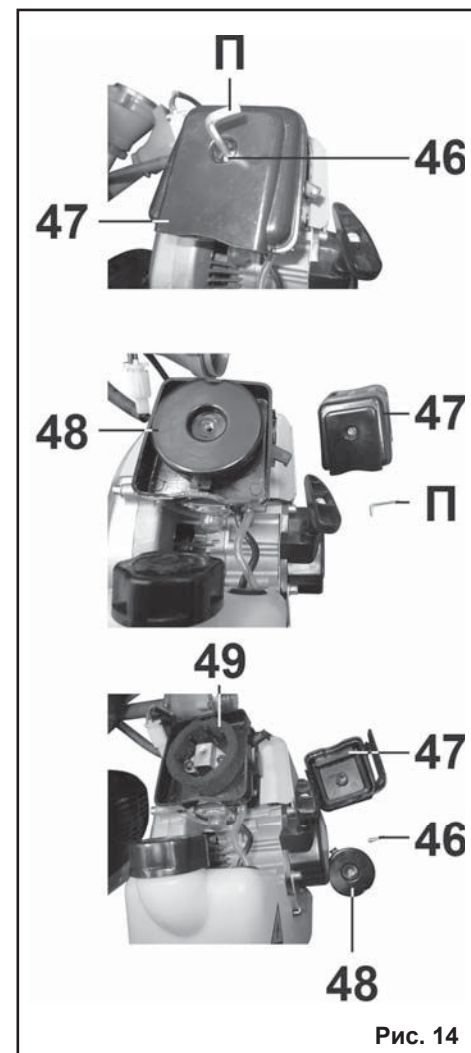

Рис. 14
- 8.1.2. Очистка воздушного фильтра (Рис. 14)
- Выкрутите винт (46) при помощи шестигранного ключа (П) из комплекта поставки на корпусе (13) воздушного фильтра и снимите крышку (47) воздушного филь-
- Снимите крышку (48).
- Снимите воздушный фильтр (49).
- Промойте воздушный фильтр (49) теплой водой (с небольшим количеством моющего раствора).
- Промойте воздушный фильтр (49) чистой водой.
- Установите воздушный фильтр (49) на место.
- Установите крышку (48) в соответствующее направляющие.
- Установите крышку воздушного фильтра (47), вставив планки в предусмотренные пазы в корпусе воздушного фильтра (13).
- Закрепите винтом (46) при помощи шестигранного ключа (П) из комплекта поставки крышку воздушного фильтра (47) (Рис. 14).